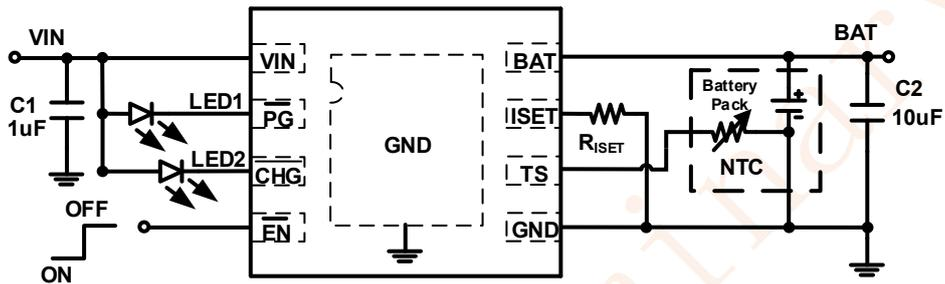

图 2 SY6102 典型应用电路 2
(2)图 2 使用 TS 为特殊分段 NTC 功能应用：对应 SY6102-DLHRS，SY6102-DHHRP；